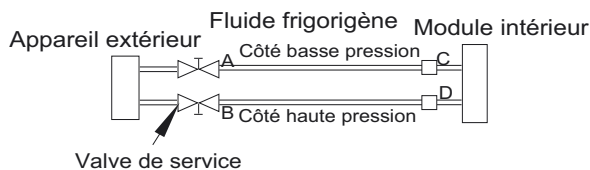

Fig. 24 – Valve de service
1. Serrez complètement les écrous évasés A, B, C et D, branchez le flexible de l'ensemble de manomètres à un orifice de charge de la valve de service côté basse pression (voir la figure 24).